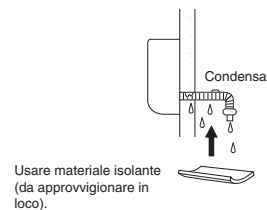

Fig. 3-106
- Se il tubo di scarico deve scorrere in un ambiente interno è raccomandabile isolarlo* affinché la condensa non danneggi i mobili o il pavimento. (Fig. 3-106)